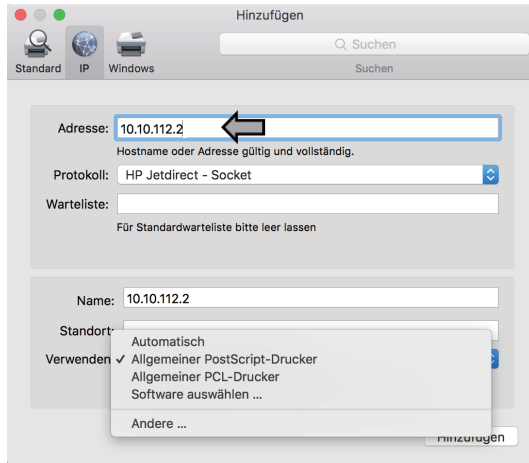

Fig.10
- ⑤ Geben Sie die IP-Adresse des Druckers in das Adressfeld ein und wählen Sie anschließend im Dropdown-Menü „Verwenden“ die Option „Software auswählen“ aus (siehe Abbildung 10).